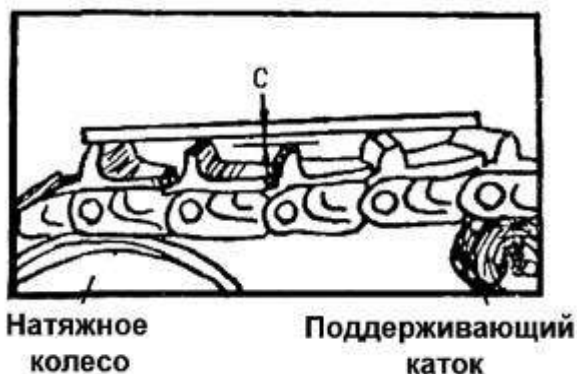

Рис. 7-6
7.5. Правильная регулировка натяжения гусениц (Рис. 7-6)